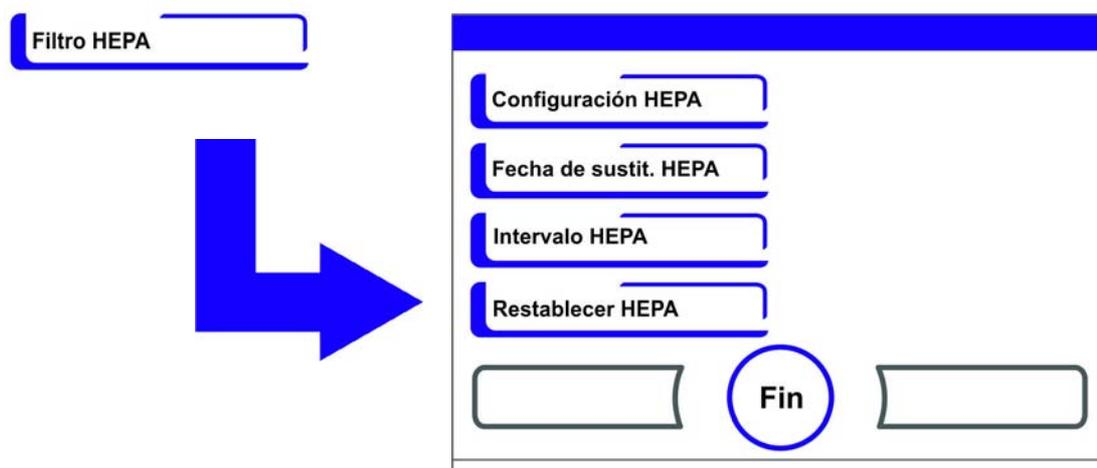

Figura 6-43. Configuración HEPA
- Se muestra el cuadro de selección de Figura 6-43.